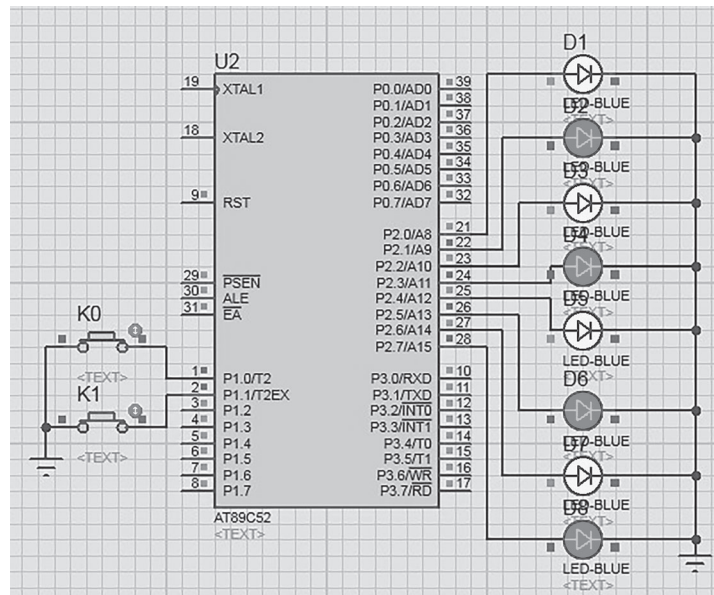

图 1.28 奇数 LED 和偶数 LED 交替点亮
(4) 当 K0、K1 都闭合时，偶数 LED 和奇数 LED 交替点亮，大约每秒钟变化 1 次，如图 1.28 所示。